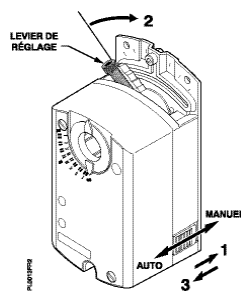

Figure 9. Dérogation manuelle.
2. Si les lames pivotent dans le sens inverse des aiguilles d'une montre, poussez le commutateur de dérogation manuelle sur Manuel et déplacez la manette de réglage vers la droite. Repoussez ensuite le commutateur sur automatique. Voir figure 9.